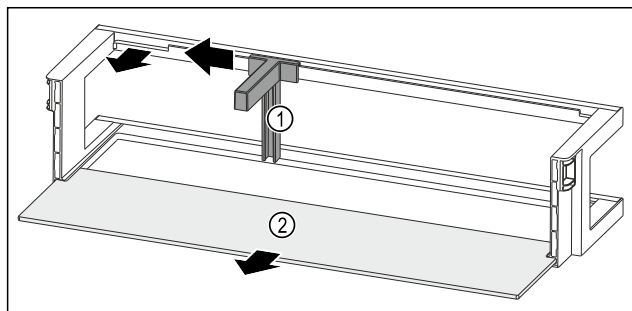

Fig. 116 Raft montat pe ușă cu suport pentru sticle și raft
- ▶ Împingeți în lateral suportul pentru sticle Fig. 116 (1) până la degajare.
- ▶ Extrageți suportul pentru sticle Fig. 116 (1).
- ▶ Extrageți raftul Fig. 116 (2).